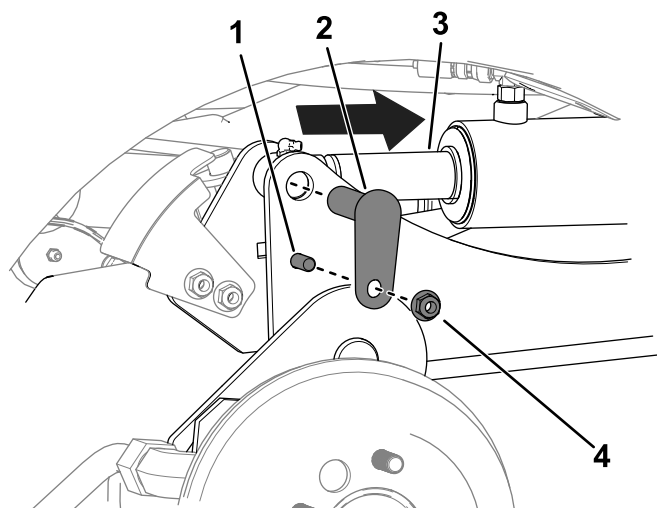

Figura 10
- C. Utilizzate un cacciaspine per allineare i fori dell'asta del cilindro con i fori del braccio di sollevamento (Figura 10).
D. Utilizzate 2 bulloni ($\frac{3}{8}$ " x $1\frac{1}{4}$ ""), 2 dadi ($\frac{3}{8}$ "") e 2 perni piccoli per fissare i bracci di sollevamento ai cilindri (Figura 10).